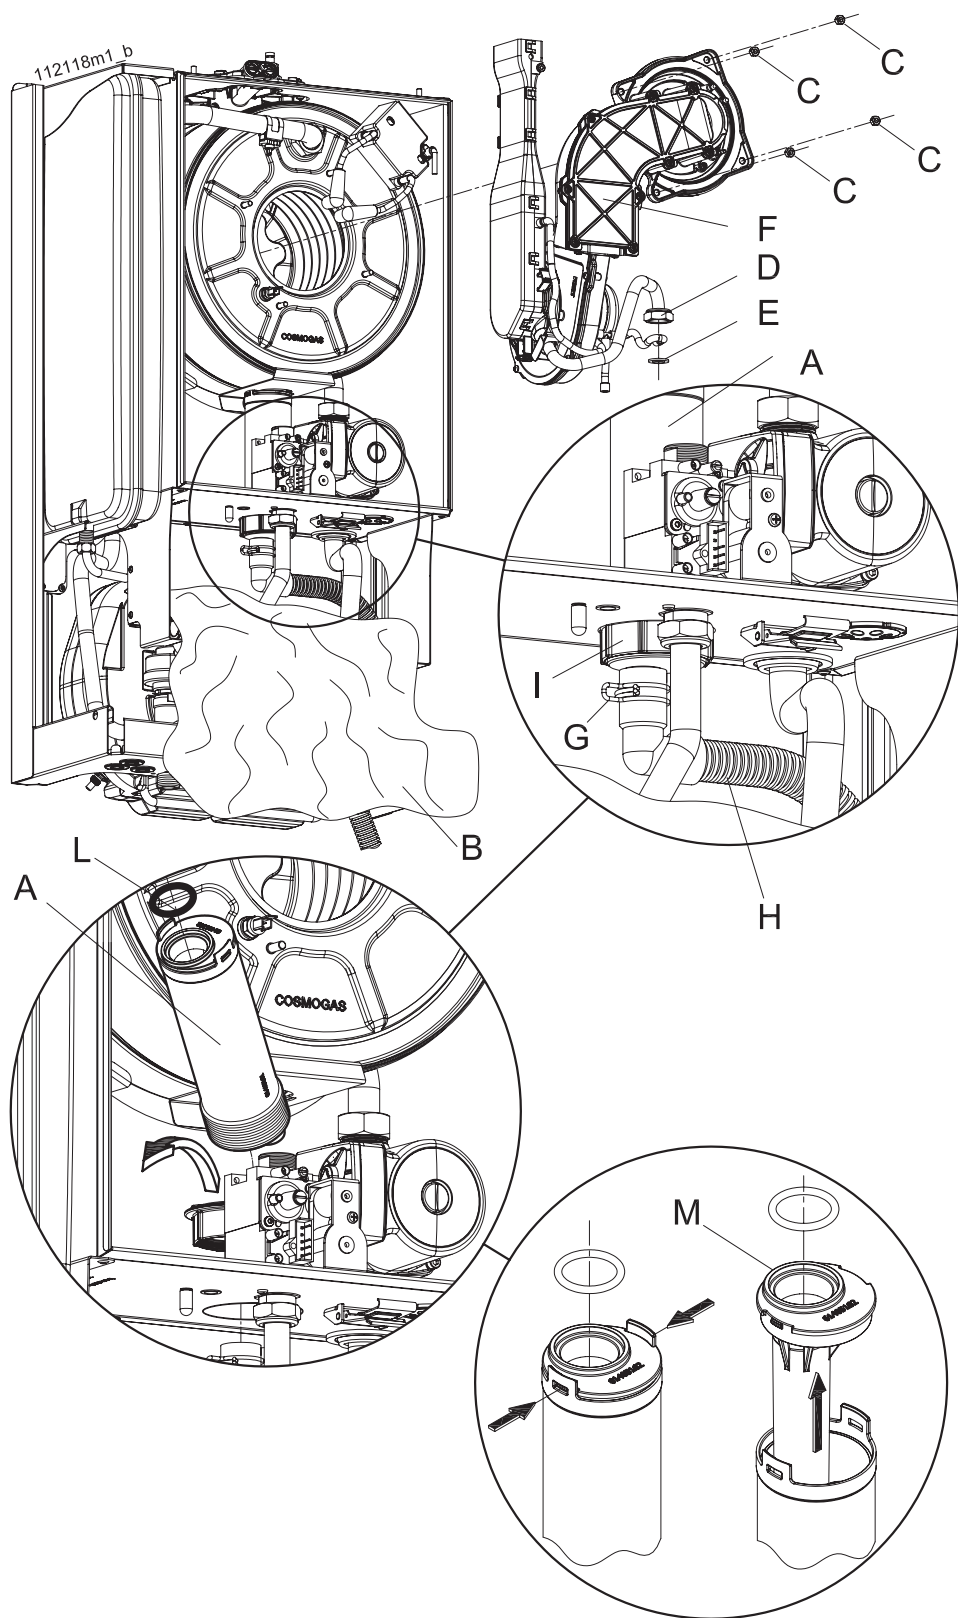

Figura 8-2 - Preparazione e smontaggio sifone raccogli condensa
Per eseguire una corretta pulizia del sifone di raccolta e convogliamento delle condense prodotte dalla combustione, occorre operare nel seguente modo (fare riferimento alla figura 8-2):
6.- svitare i quattro dadi "C" di figura 8-2;
7.- estrarre tutto il gruppo ventilatore e bruciatore, particolare "F" di figura 8-2 facendo attenzione a distaccare il cavo di alimentazione del ventilatore durante l'estrazione;